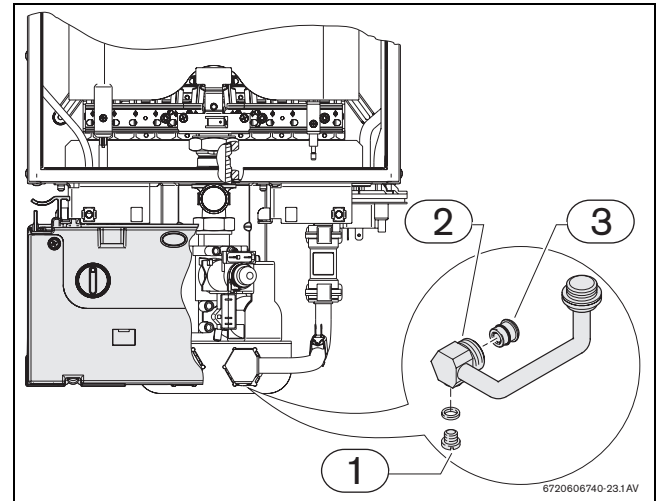

Fig. 7
- ▶ svitare ed asportare la vite di scarico (→Fig. 7, pos. 1).
- ▶ Non installare l'apparecchio in ambienti che presentino rischi in cui la temperatura possa scendere a 0 °C. Nel caso, chiudere il rubinetto d'ingresso acqua fredda (→Fig. 2, pos. 230), aprire un rubinetto d'acqua calda, svitare con una chiave di misura corrispondente l'apposita vite (→Fig. 7, pos. 3) e scaricare l'acqua presente nell'apparecchio.